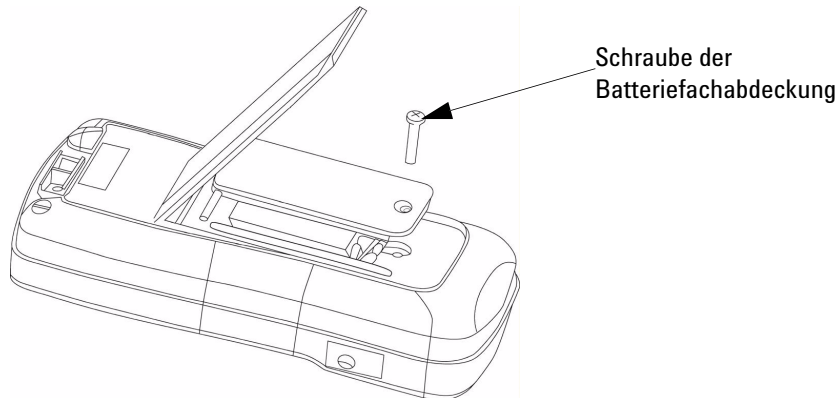

Abbildung 4-1 Batterieaustausch
- 2 Lösen Sie die Schraube der Batteriefachabdeckung (siehe Abbildung 4-1).